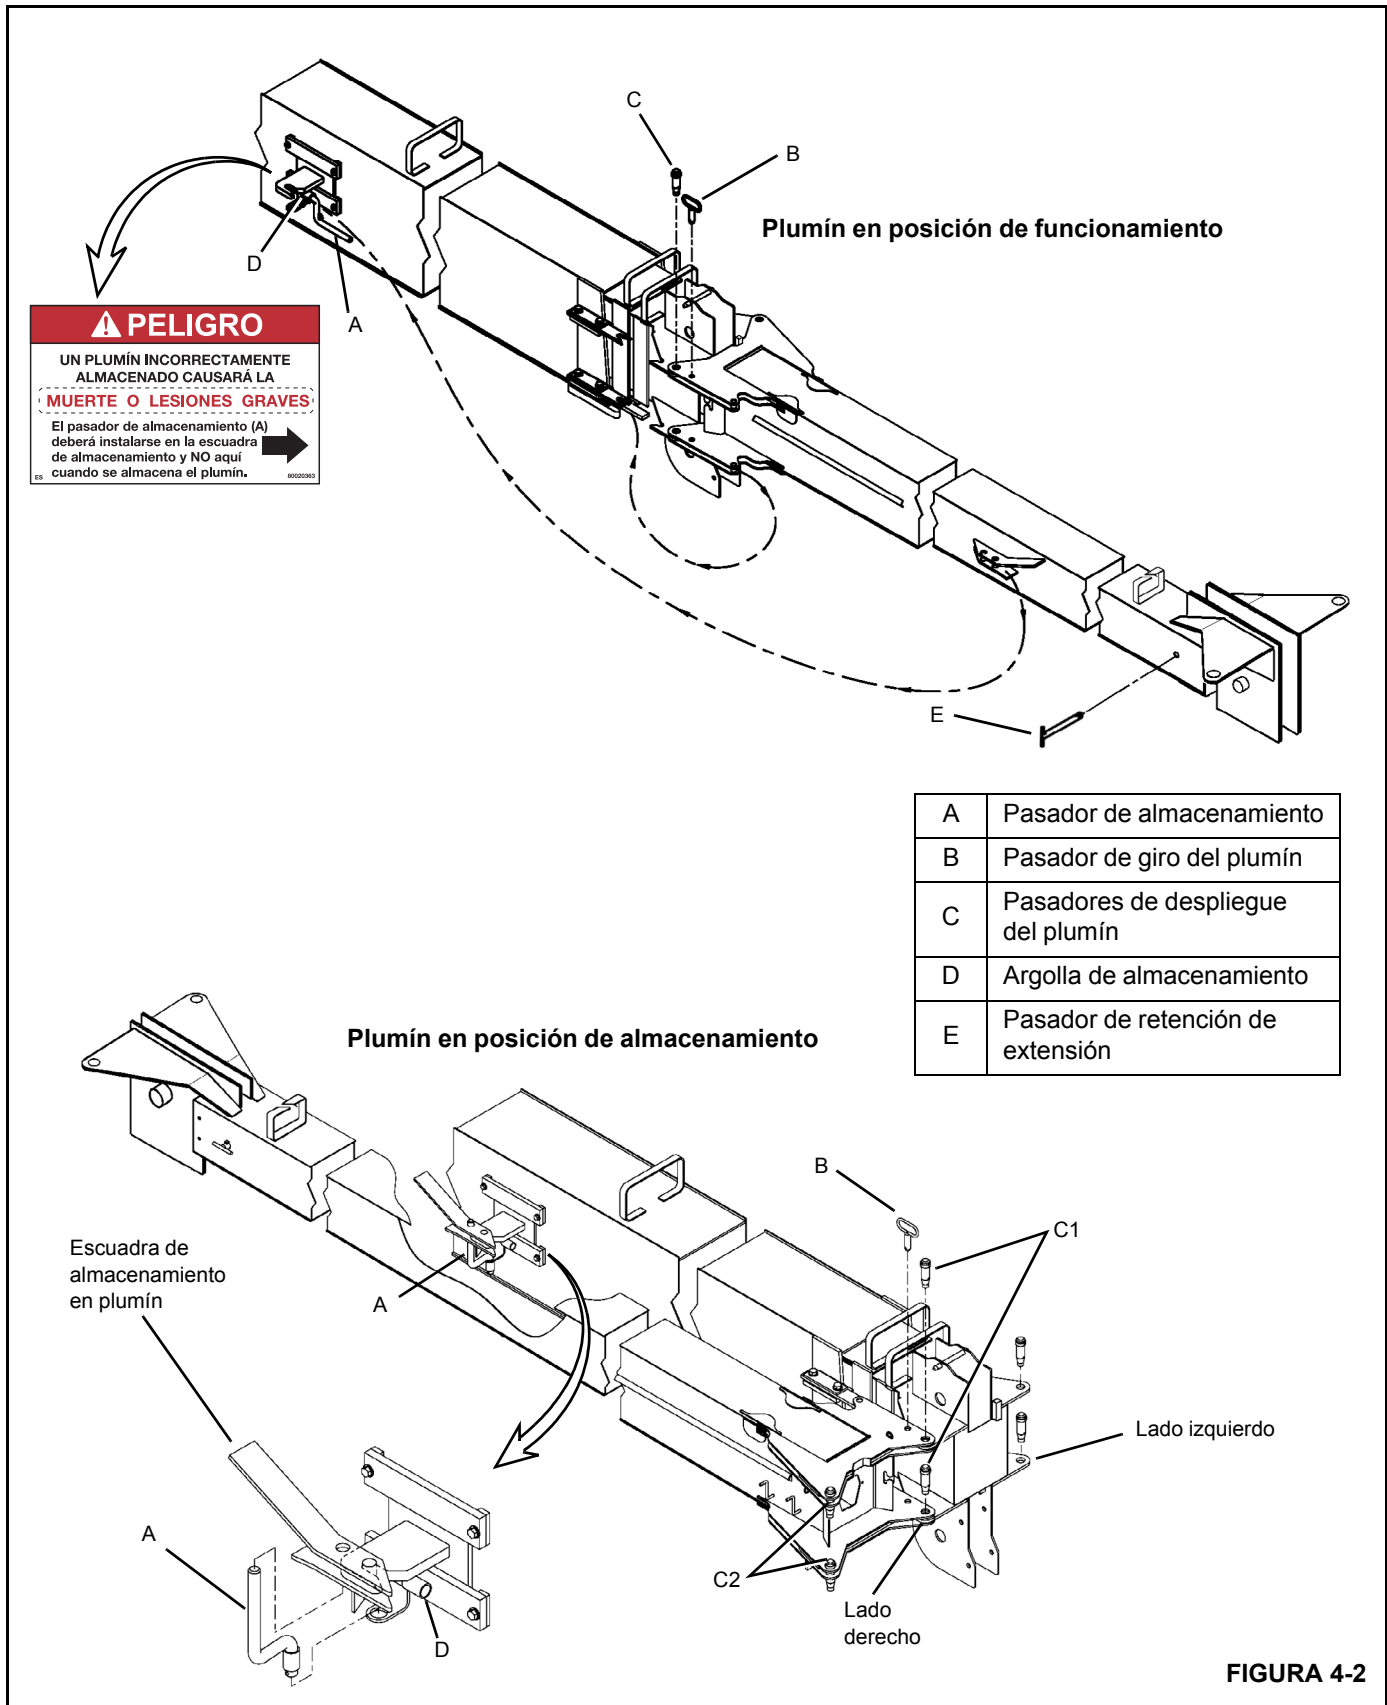

FIGURA 4-2
5. Verifique que el plumín esté debidamente almacenado (Figura 4-2):
11. No extienda/retraiga la pluma a menos que se encuentre en posición horizontal y se hayan extraído el pasador de almacenamiento (A) y el pasador de giro del plumín (B) durante los procedimientos de colocación o retiro de la posición de almacenamiento.